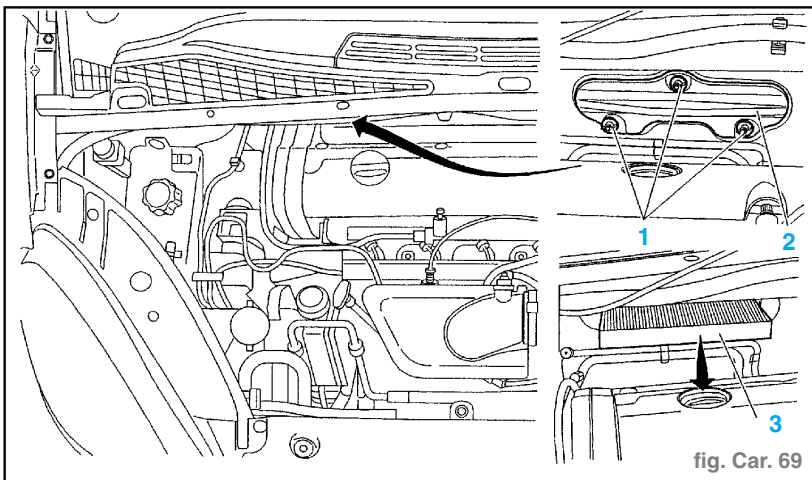

fig. Carr. 69
- Déposer : (fig. Carr. 69)
• les 3 vis (1),
• le couvercle (2).